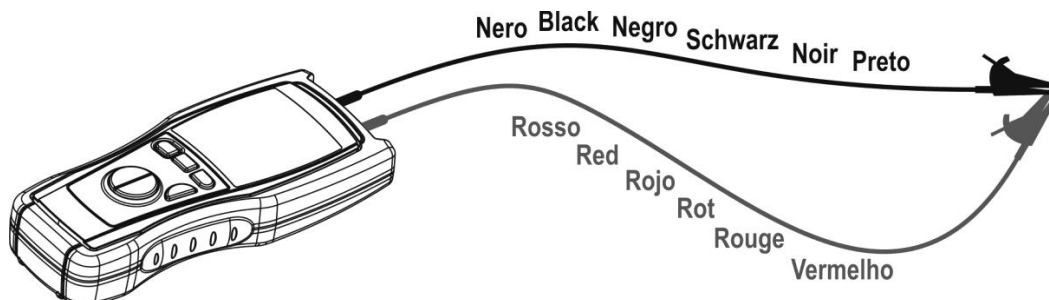

Fig. 5: Connessione dei terminali durante la procedura di calibrazione
2. Cortocircuitare tra di loro le estremità dei cavi di misura (vedere Fig. 5) prestando attenzione che le parti metalliche dei puntali o dei coccodrilli facciano ben contatto